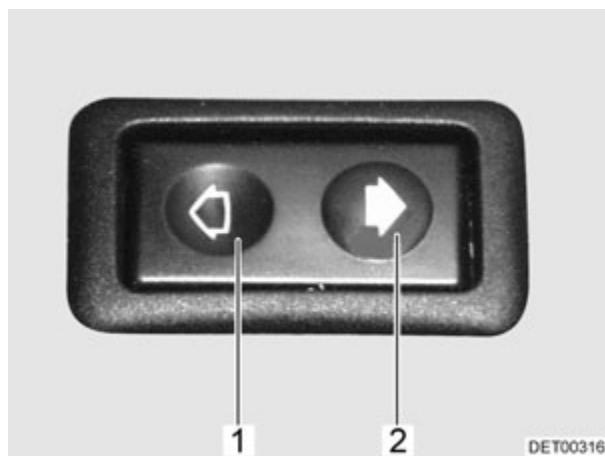

Fig. 16 Interruptor para los elevelunas eléctricos
El regulador de corredera para el bloqueo de barra (Fig. 16) está en la parte exterior izquierda en el tablero de instrumentos.
La autocaravana está equipada con un elevelunas eléctrico (Fig. 16) en el lado del conductor.
- Pulsar el interruptor (Fig. 16,1) atrás.
- Pulsar el interruptor (Fig. 16,2) adelante.